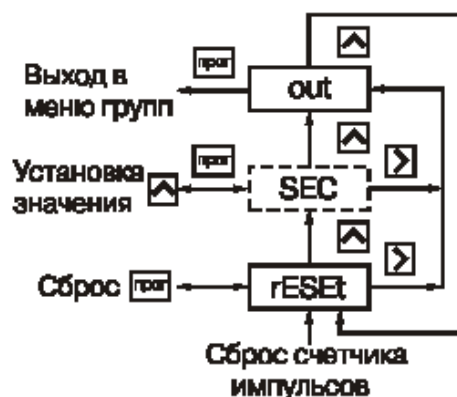

Рис. 7
6.1.10. Группа **c.rES** (рис. 7) предназначена для установки в исходное состояние счетчика импульсов (предделитель при этом обнуляется). При входе в группу появляется параметр **rESet**. Для установки счетчика в исходное состояние нужно нажать на кнопку .